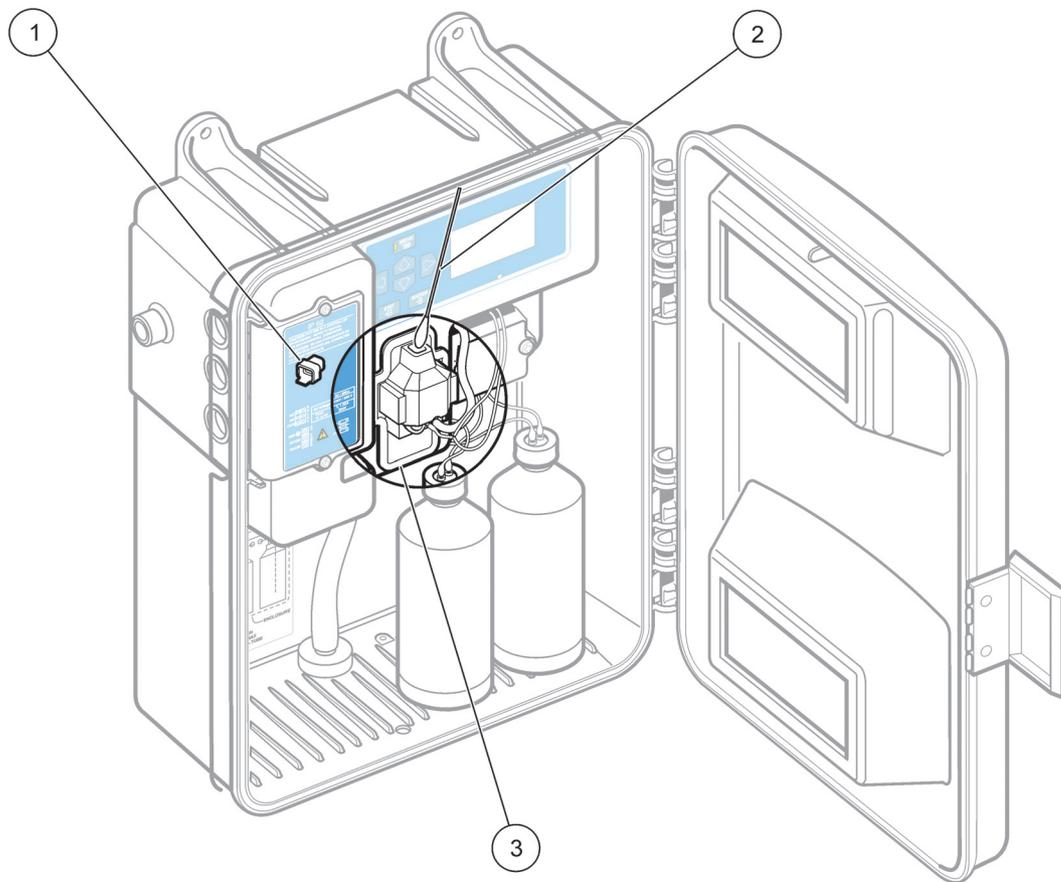

Abbildung 23 Reinigen des Kolorimeters
- 8.3** Führen Sie ein Holz- oder Pappstäbchen* mit Wattespitze in die Öffnung ein und bewegen Sie es leicht reibend nach unten und oben, um die inneren Oberflächen der Kolorimeterzelle zu reinigen. Reinigen Sie den Rührbolzen mit einem Wattestäbchen.Abbildung 23